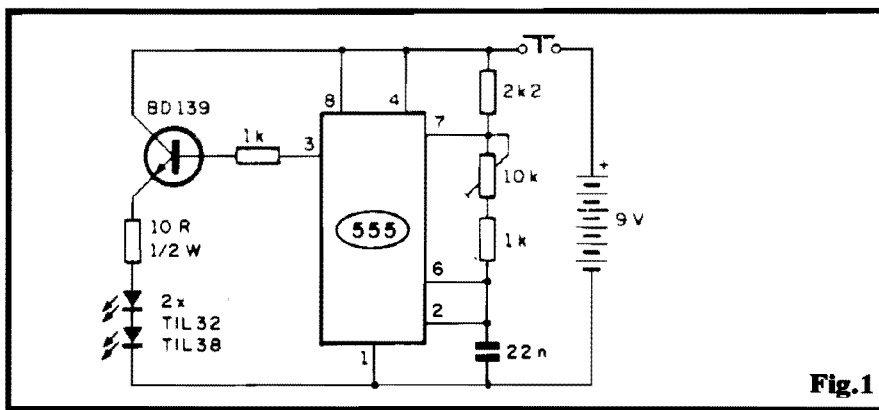

Fig.1
O projeto da LUZ DE FREIO SUPER-MÁQUINA, anteriormente, não tinha sido mostrado em APE devido à sua comercialização inicial ter sido feita apenas na forma "montado" (não era fornecida em KIT...). Desse modo, seu "amigo" (mui...) lhe enganou! não montou KIT nenhum...! Comprou sua LUFSSMA prontinha, montadinha, e apenas fez a instalação no veículo (diz pra ele que "o nariz cresce..."). Quanto à sua idéia de aumentar a quantidade de lâmpadas controladas pelo circuito original, nada contra...! Já que Você é (diz isso claramente na sua carta...) do tipo que "prefere fazer tudo, inteirinho, pelas próprias mãos...", basta "casar" a modificação proposta na fig. B com os dados do esquema original (fig. 1 - pág. 20 - APE 45). Com isso, terá o controle de 9 lâmpadas (o número 10 não daria um bom efeito sequencial convergente, já que ficaria um lapso no centro do string...). Certamente que Você deverá redesenhar boa parte do lay out original do Impresso, mas isso não será um animal heptacéfalo (bicho de sete cabeças...). Já que as lâmpadas ficarão (respondendo ao segundo item da sua consulta, elas
"Seja bem-vindo à turma João Carlos... Antes tarde do que nunca... Aqui em APE não tem esse negócio de "prazo" para se fazer as consultas (a única coisa é a inevitável paciência para aguardar a resposta, já que o espaço no CORREIO TÉCNICO é pequeno para a quantidade de cartas que chega todo mês...). Não importa se "pintar" uma dúvida, consulta ou pedido de adaptação sobre um circuito originalmente publicado em APE nº 1 (4 anos atrás...)! Na medida das possibilidades será também respondida, até com mais entusiasmo, já que comprova o fato do Leitor consultar e colecionar APE desde suas "origens"... Quanto ao seu probleminha, João Carlos, a figura D traz uma solução simples e funcional, com pequenas alterações propostas sobre o esquema original (fig. 1 - pág. 8 - APE 28). Basicamente o único trim-pot de 220K deve ser substituído por 4 outros (cada um no mesmo valor de 220K), podendo ser momentaneamente escolhido qual deles será incorporado ao circuito,
- FIG. 1 - DIAGRAMA DO CIRCUITO - TRANSMISSOR